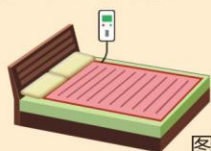

图1
(第一次使用或电量不足时将充电线连上睡眠监测器侧面的MicroUSB口, 另一端接USB适配器充电(充电至少2小时)(图1))
- 1、将电热毯不分正反面平铺在适合规格的床垫或棉絮(褥垫)上面。不能将电热毯置于两层棉絮(褥垫)中间或棉絮(褥垫)下面。有控制器端作为肩部，发热线的布线区域不能置于枕头下。图1